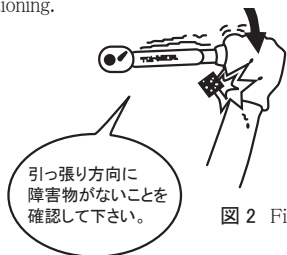

図 2 Fig.2
- 狭い所での締め付け作業では手やひじに注意して下さい。(図2)